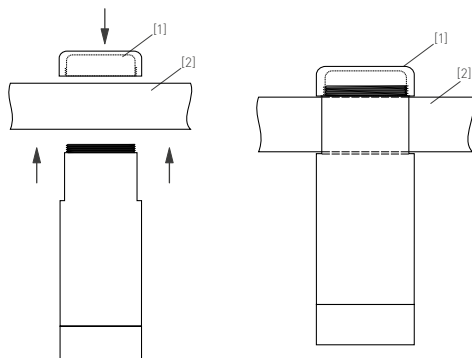

Рис. 2. Установка светильника
- 3.2. Устройство крепления выполнено в виде завинчивающегося фиксатора с правой резьбой, который накручивается на верхнюю часть корпуса светильника. Открутите верхнюю часть фиксатора [1] у светильника, тем самым освободив установочное пространство. Установите светильник в необходимом месте шинопровода [2] и зафиксируйте его, закрутив верхнюю часть фиксатора светильника, как показано на рис. 2.